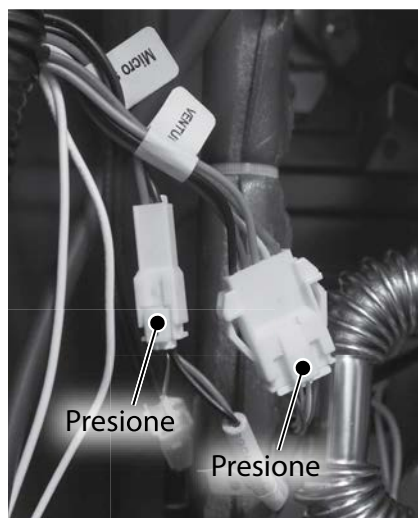

Figura 113 - Ubique los mazos de cables del inyector.
- 8** Ubique los cables del inyector (2x) y desconéctelos como se muestra en la Figura 113. Los cables están etiquetados como "Venturi" (Inyector) y "Micro Switch" (Microinterruptor). Estos cables están conectados y pasan por el conducto de cable negro ubicado en el lado izquierdo del gabinete del calentador de agua.